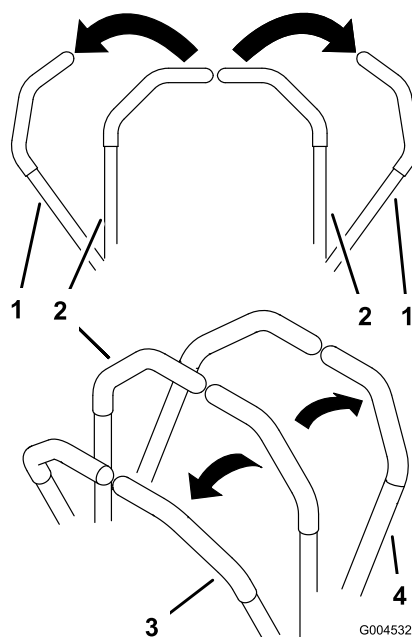

Figura 14
1. Mueva las palancas de control de movimiento hacia fuera (Figura 14) a la posición de bloqueo/punto muerto.
- Para ir hacia adelante en línea recta, empuje lentamente las palancas de control de movimiento hacia adelante (Figura 14).
- Para ir hacia atrás en línea recta, tire lentamente de las palancas de control de movimiento hacia atrás (Figura 14).
- Para girar, ralentice la máquina tirando hacia atrás de ambas palancas, y luego empuje hacia adelante la palanca del lado opuesto del sentido de giro (Figura 14).